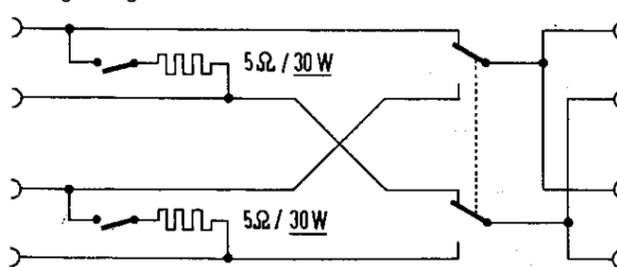
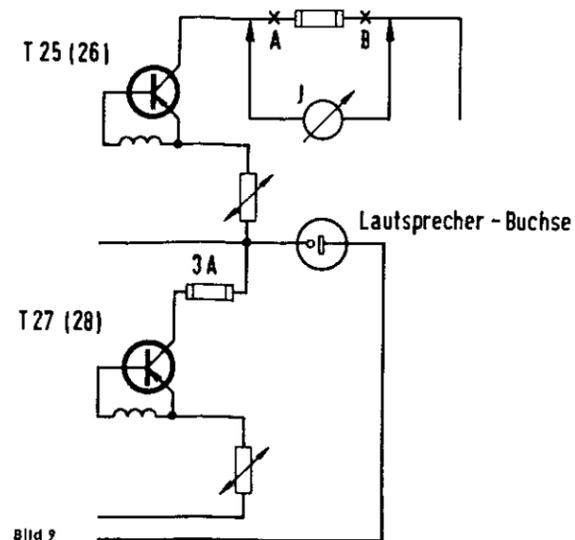

Bild 8
Bild 9
Die Schaltung nach den wird an die Verstärkers ange und B (Bild 9) wirc angeschlossen.
Die Schaltung nach Bild 8 mit den 5- Ω -Belastungswiderständen wird an die Lautsprecherbuchsen des einzustellenden Verstärkers angeschlossen. Die Sicherung zwischen Punkt A und B (Bild 9) wird ausgelötet und ein Strommesser (Multivi) angeschlossen.
An einen der Meßausgänge in der Schaltung nach Bild 8 wird ein Voltmeter mit Nullpunktmitte (UV 4) gelegt. Die beiden Belastungswiderstände 5Ω sind abzuschalten. Der Abgleich wird nun folgendermaßen durchgeführt: Mittels des Widerstandes R_{445} (446) wird ein Strom (Bild 9) von 40 mA eingestellt und anschließend die Symmetrie mit dem Regler R_{437} (438) Nullabgleich des Voltmeters mit Nullpunktmitte. Da beide Einstellungen nicht unabhängig voneinander sind, müssen sie etwa zweimal wiederholt werden. Sind die Einstellwerte in Ordnung, wird die Sicherung wieder eingelötet und an den Lautsprecher-Buchsen nochmals die Symmetrie kontrolliert. Es darf keine Gleichspannung anliegen.